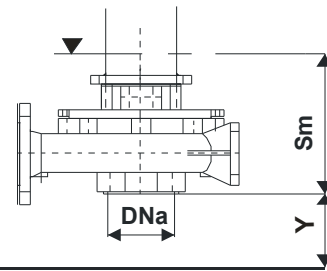

Fig. 2: Datos por el calculo de la cuota de cebado
2. Poner ne marcha la bomba solamente después de hundirla en un líquido, en una profundidad tal de garantizar un cebado correcto (ver tabla 1 y fig. 2).